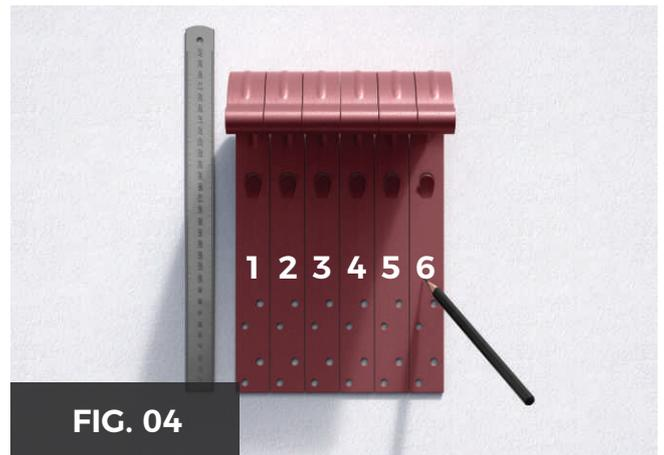

FIG. 04
- se numerotează fiecare cârlig în ordinea în care se va monta pe acoperiș (FIG. 04)